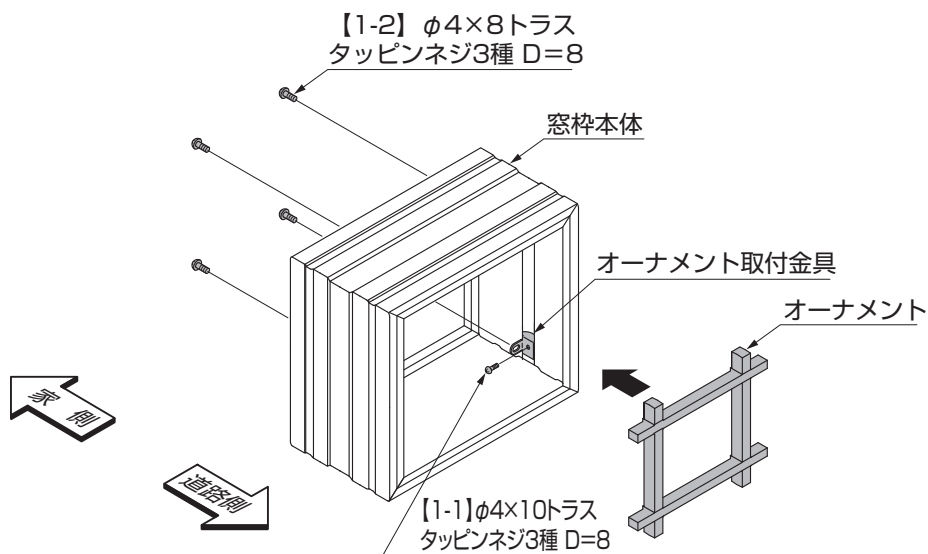

図3-2 オーナメント固定方法
- ④オーナメントを【1-2】で固定してください。(図3-2参照)